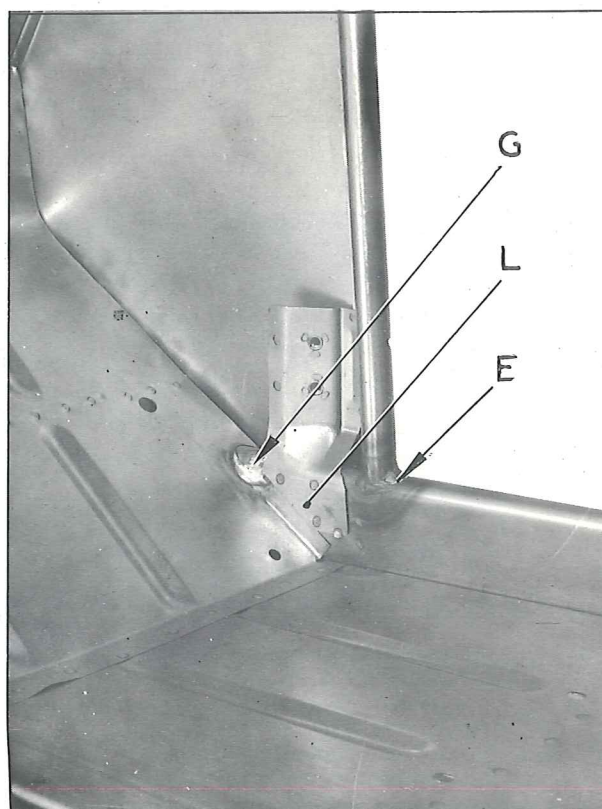

Fig. 6
- Dessouder, du brancard, le gousset de fixation de charnière inférieure en L (fig. 6).
Souder le gousset en L (fig. 6).